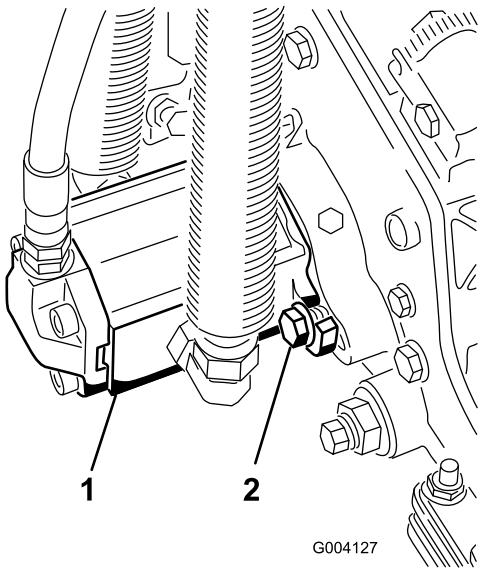

Bild 14
15. Montieren Sie den Motor; drehen Sie ihn nach rechts, damit die Motorflansche nicht die Schrauben berühren (Bild 14).